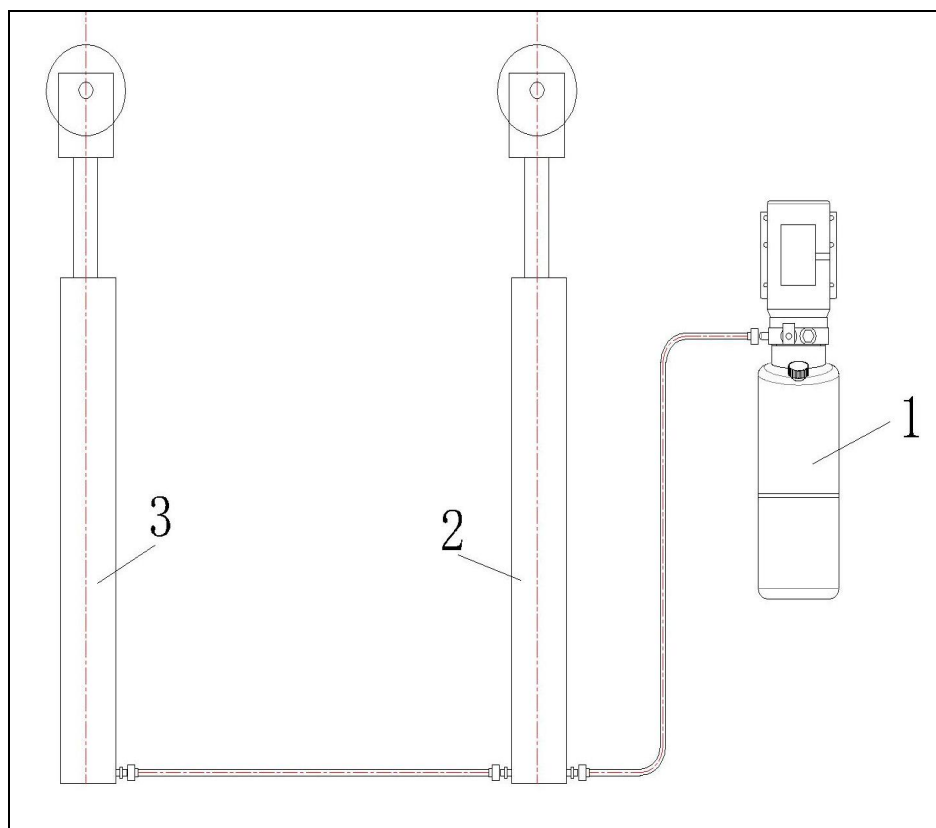

Fig.11 Schema circuito idraulico
4. Collegare tubazioni seguendo schema fig.11